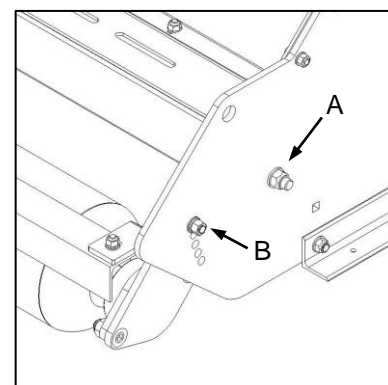

Fig. 8
- ✔ To set working height loosen the roller carrier pivot bolt (Fig. 8-A) while removing the height setting bolt (Fig. 8-B) completely.
- ✔ Om die werkshoogte te stel, maak die rollerdraer se spilbout (Fig. 8-A) los en verwyder die hoogte-instellingsbout (Fig. 8-B) heeltemal.